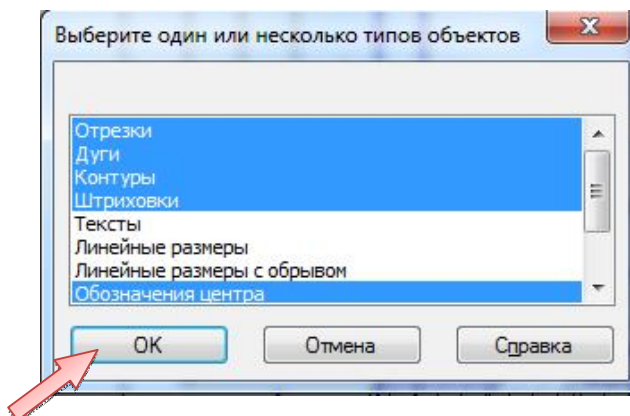

Рис. 2.6. Окно выбора элементов чертежа «Корпус» для выделения
- Выделите строки списка: *Отрезки*, *Дуги*, *Контуры*, *Штриховки*, *Обозначения центра*, *Осевые линии*. Нажмите кнопку ОК (рис. 2.6) [3, 8].